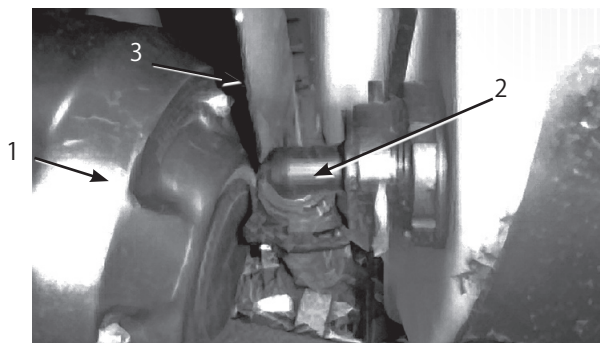

図54
3. タンクの前壁の下にあるホース (図54) を外す。
注: 防熱シールド (図54) を押しのけないとカバーが取り外せない場合があります。
- タンク前面下のホース (図54) を接続する。